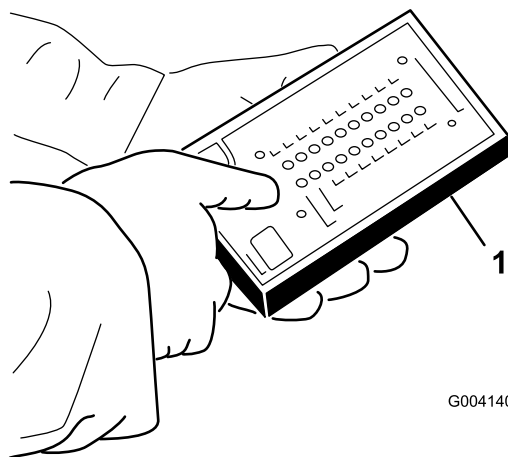

图 103
5. 将 ACE故障诊断器 接头连接至线束接头 (图 103)。